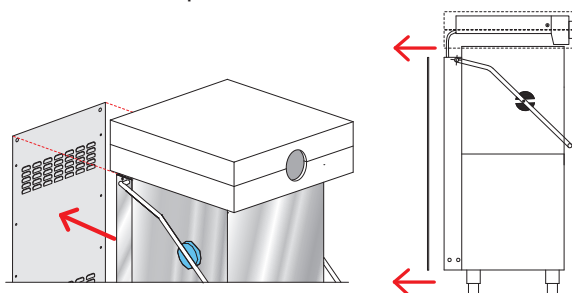

Fig. 10
- Enlever le panneau (voir Fig. 10).